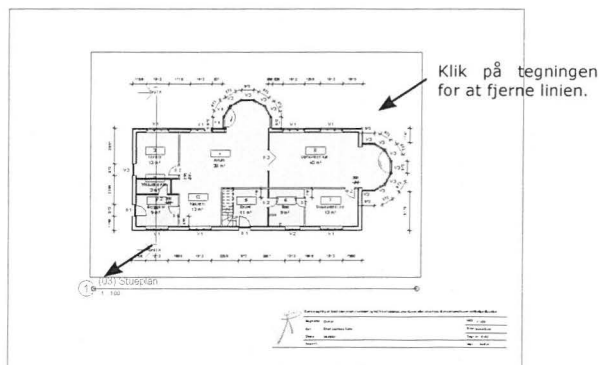

Fig. 16.41. Line Styles i Revit.
- Ønsker man ikke linien med beskrivelse under tegningen, klikkes der på tegningen (IKKE på linien) (Fig. 16.41).